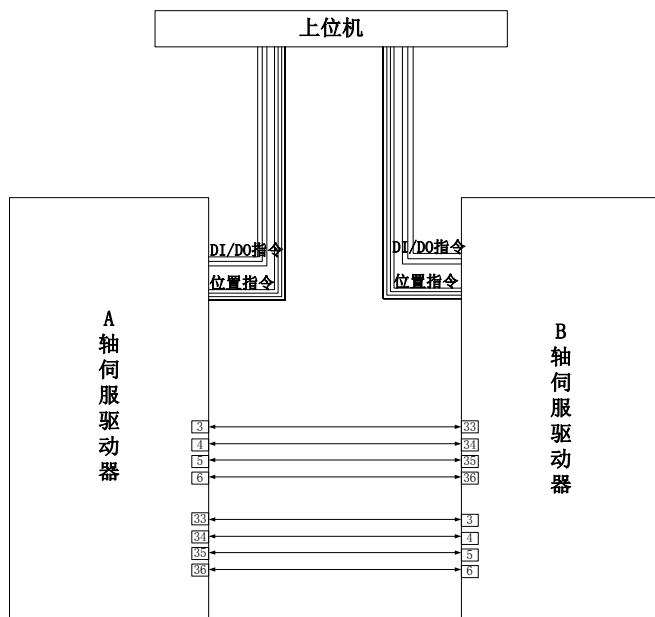

图 6.4.40 龙门同步典型应用接线图
- ★ 参考图 6.4.40 配线说明，进行 DI/DO 信号的连线；